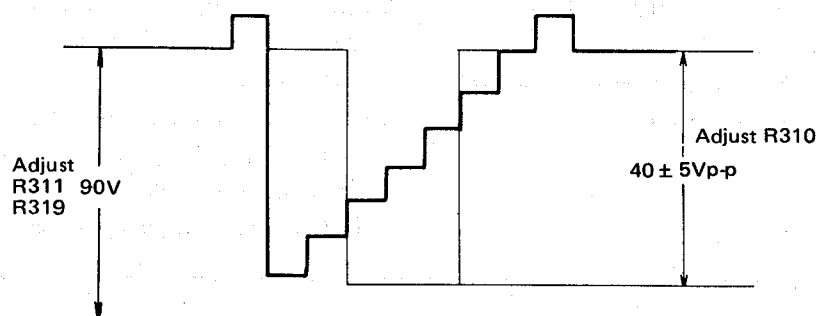

Fig. 15 Abb. 15
4. Adjust Bright and Sub-bright (R311) controls to 90V_{B-P} as in Fig. 15.
5. Adjust Sub Contrast control (R310) to obtain the waveform as in fig. 15.
5. Den Grundkontrastregler (R310) so einstellen, daß die in Abb. 15 gezeigte Wellenform erreicht wird.